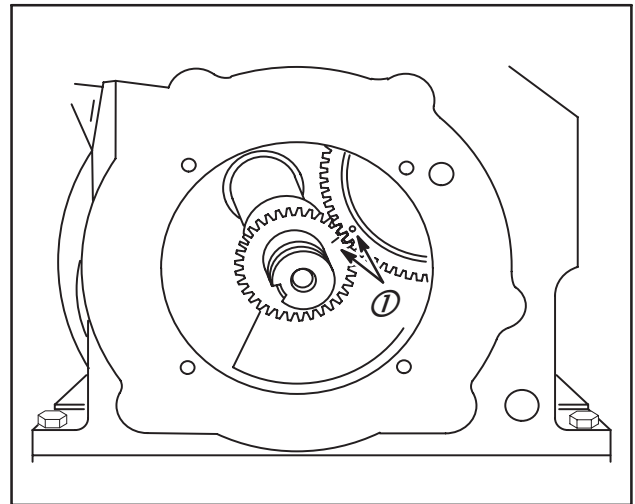

Fig. 16
5. Placer le vilebrequin en alignant les repères de calage (1), Fig. 16.